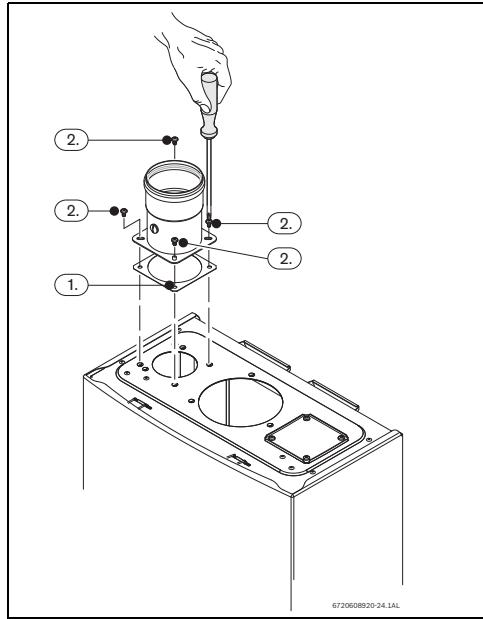

Рис. 29
- Установите прокладку между прибором и дополнительным оборудованием, см. Рис. 29 , поз. 1.
- Затяните 4 винта дополнительного оборудования для подвода воздуха, см. Рис. 29 , поз. 2.